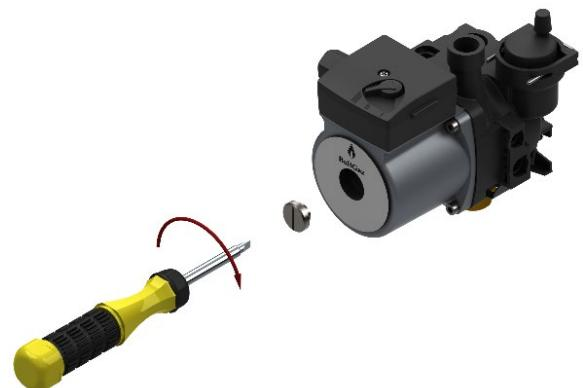

Рис. 5 Проверка циркуляционного насоса
- не блокирован ли насос. Для этого при помощи отвёртки открутите заглушку насоса и совершите вращательные движения его вала несколько раз в разные стороны (см. рисунок 5). Затем плотно закрутите заглушку. При выполнении данной операции возможны протечки теплоносителя из насоса, после установки заглушки необходимо удалить остатки теплоносителя с компонентов котла (протереть);